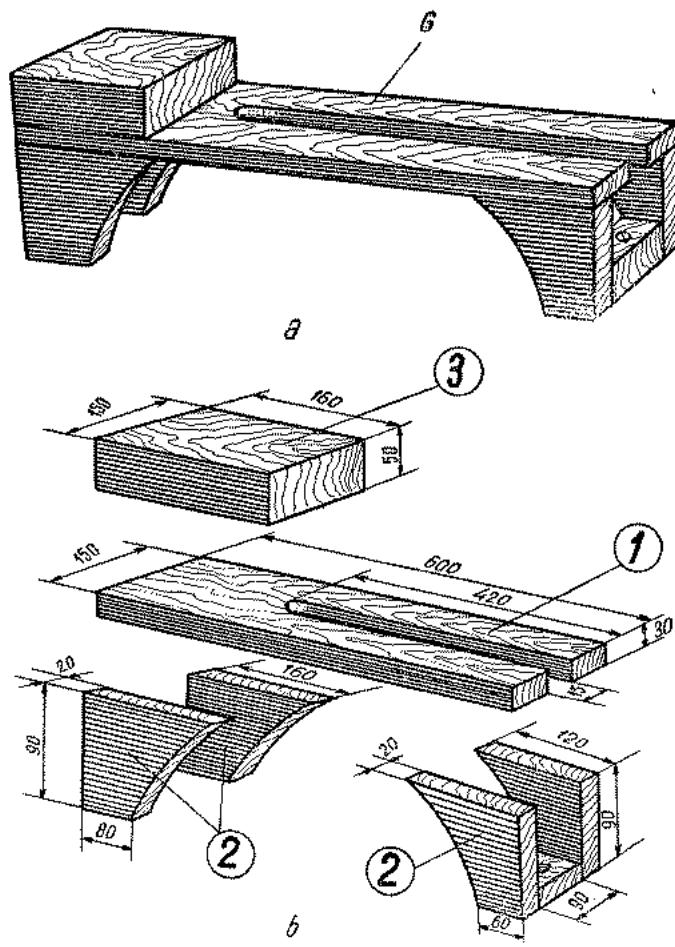

Fig. 3.
Dintr-o scindură de fag groasă de 30 mm (fig. 3 b), lungă de 600 mm și lată de 150 mm executați partea principală a batii (1). Ea trebuie să aibă muchiile foarte paralele. De acest paralelism depinde buna centrare a tuturor accesoriorilor ce se fixează pe strung. Suprafețele întregului batiu vor fi bine rindeluite, iar muchiile puțin teșite.